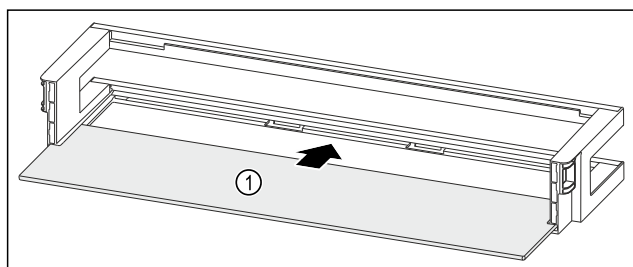

Fig. 277 Oviteline säilytyshyllyn kanssa
- Työnnä säilytyshylly Fig. 277 (1) sivuille oleviin koloihin.